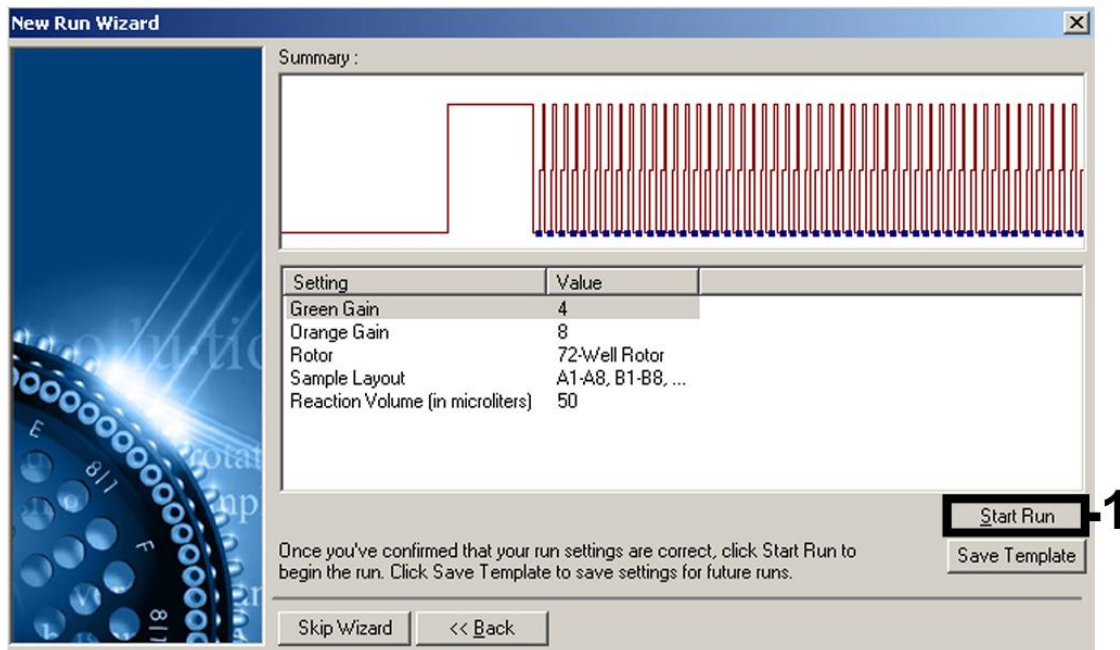

Figure 14. Lancement du cycle.
Lancement du cycle	Figure 14
8. Les valeurs d'augmentation déterminées par le calibrage de canal sont automatiquement enregistrées et répertoriées dans la dernière fenêtre de menu de la procédure de programmation (figure 14). Cliquer sur « Start Run » (lancer le cycle).